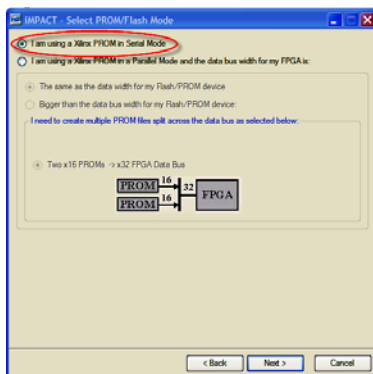

Рис. 25. Окно выбора режима ввода данных
Имя *PROM* файлу можно присвоить произвольное или оставить имеющееся по умолчанию – *Untitled*. После выполнения команды *Next* открывается окно (рис. 25), в котором выбирается режим записи данных в память. В макете используется режим последовательного ввода данных.
После выбора режима ввода в открывшемся окне (рис. 25) последовательно выбираем тип памяти *xc18v* (1), объем памяти 256K (2) и включаем эту память в проект (3).